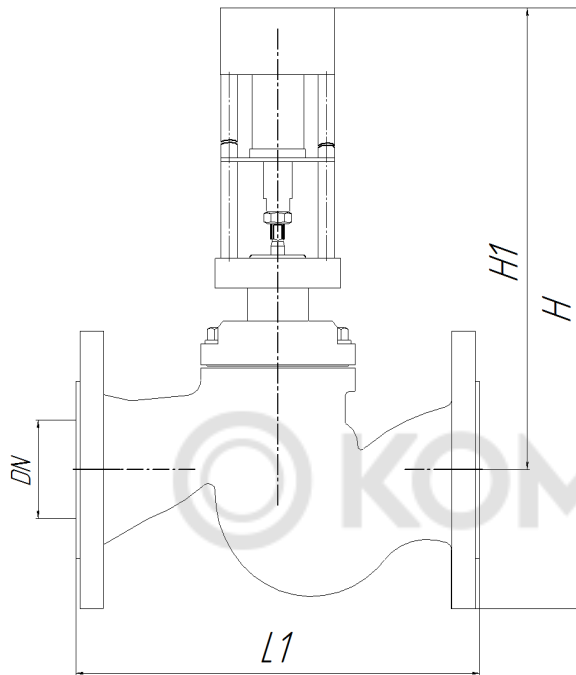
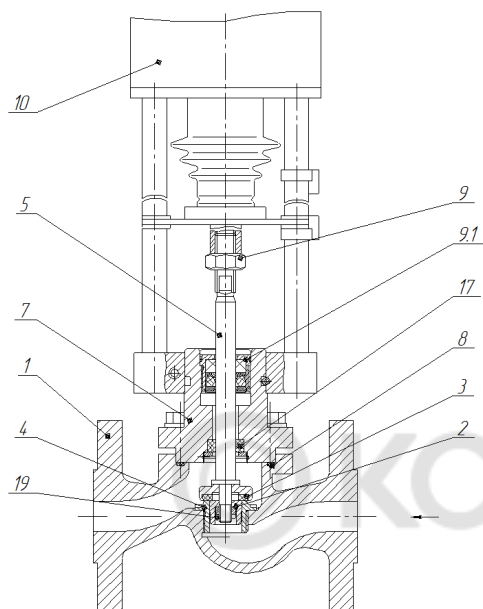

Рис.1
Рисунок 2. неразгруженный по давлению клапан DN 15 – 50. исполнение А.
3.1.2. Неразгруженный клапан (рисунок 2) состоит из следующих основных узлов и деталей:
Рис.1 3. Устройство и работа изделия 3.1. Состав изделия 3.1.1. В зависимости от значения условного прохода имеются две конструктивные разновидности изделия: - исполнение А – с неразгруженным по давлению штоком: DN 15; 20; 25; 32; 40; 50. - исполнение Б – с разгруженным по давлению штоком: DN 50; 65; 80; 100; 125; 150; 200; 250; 300. Клапаны с DN 15–50 могут быть изготовлены, как в неразгруженном (исполнение А), так и в разгруженном (исполнение Б) варианте. (Серия 110). 3.1.2. Неразгруженный клапан (рисунок 2) состоит из следующих основных узлов и деталей: КЛМЯ.КПСР –010РЭ